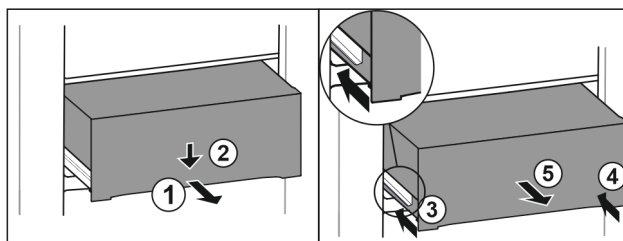

Fig. 77
- ▶ Вытяните выдвижной ящик наполовину. Fig. 77 (1)
- ▶ Вдавите выдвижной ящик в передней части вниз. Fig. 77 (2)
- ▶ Задвиньте левую направляющую прим. на 2 см. Fig. 77 (3)
- ▶ Задвиньте правую направляющую прим. на 2 см. Fig. 77 (4)
- ▶ Извлеките выдвижной ящик движением вперед. Fig. 77 (5)